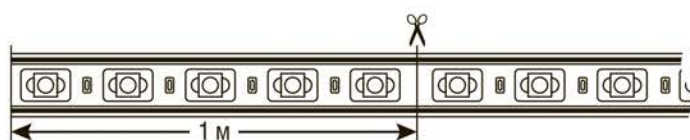
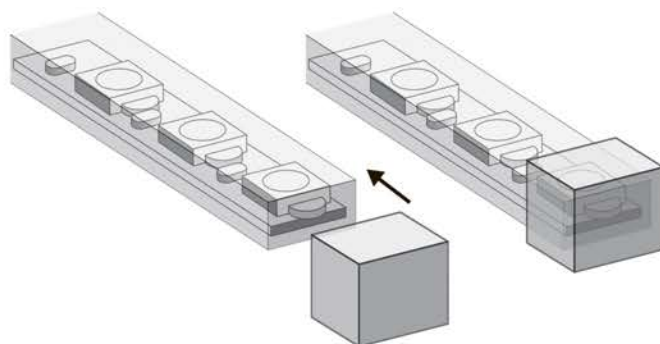

Рис. 2. Разрезание светодиодной ленты.
Рис. 3. Установка заглушки на светодиодную ленту.
- **Разрезание светодиодной ленты на участки.** Светодиодную ленту NLS-2835-IP67-220V можно разрезать на участки, кратные одному сегменту, длина которого равна 1 м. Разрез необходимо производить строго посередине участка, соединяющего смежные сегменты, см. Рис.2. В месте разреза ленты пропущен сегмент гибкой печатной платы. На окончания участков светодиодной ленты, к которым не планируется производить какие-либо подключения, необходимо установить заглушки NLSC-sup-3528-220 для ленты 2835-IP67-220, Рис.3. **Внимание!** При установке заглушки необходимо использовать герметик, чтобы обеспечить должную герметичность в месте соединения.